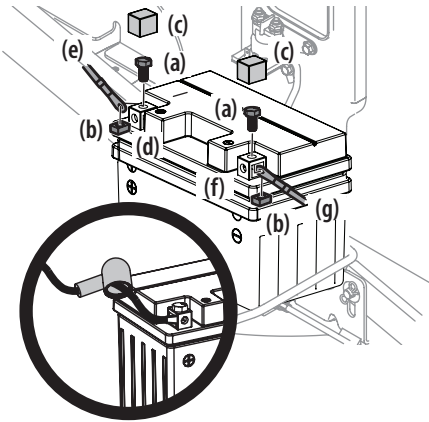

Figure 14
- Retirez les boulons hexagonaux (a) et les écrous carrés (b) situés à l'extrémité du faisceau de fils électrique ou dans le sac avec ce manuel. Gardez la quincaillerie pour utilisation ultérieure. Voir Figure 14 à la page 79.
- Enlevez le couvercle en plastique (c), si équipé, de la borne positive (d) de la batterie et attachez le câble rouge (e) à la borne positive (b) de la batterie avec le boulon (a) et l'écrou carré (b) retirés à l'étape 1. Utilisez un tournevis Philips. Voir Figure 14 à la page 79.
3. Enlevez le couvercle en plastique (c), si équipé, de la borne négative de la batterie (f) et attachez le câble noir (g) à la borne négative de la batterie (f) avec le boulon (a) et l'écrou carré (b). Voir Figure 14.
4. Placez la gaine en caoutchouc rouge au-dessus de la borne positive de la batterie pour aider à la protéger contre la corrosion. Voir encadré de la Figure 14.